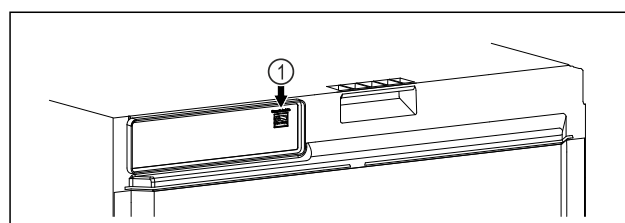

Fig. 103
- SmartModule Fig. 103 (1) 已使用。